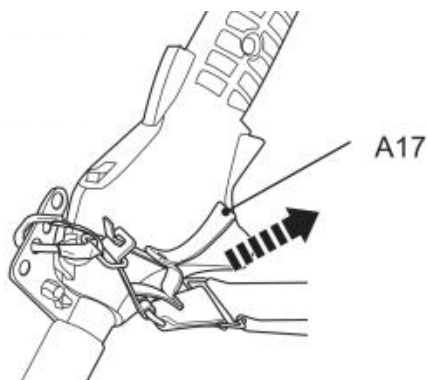

Fig. 34
5. W razie awarii chwyć lewą ręką przedni uchwyt (A27), a prawą pociągnij linę (A17) (rys. 34). Metalowa blokada zostanie automatycznie zwolniona z zacisku zabezpieczającego pod wpływem ciężaru produktu.